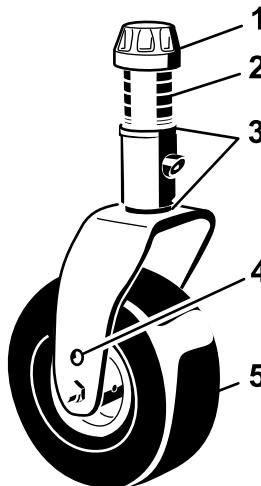

Figura 22
- Retire el casquillo tensor del eje y deslice el eje fuera del brazo de la rueda giratoria (Figura 22).